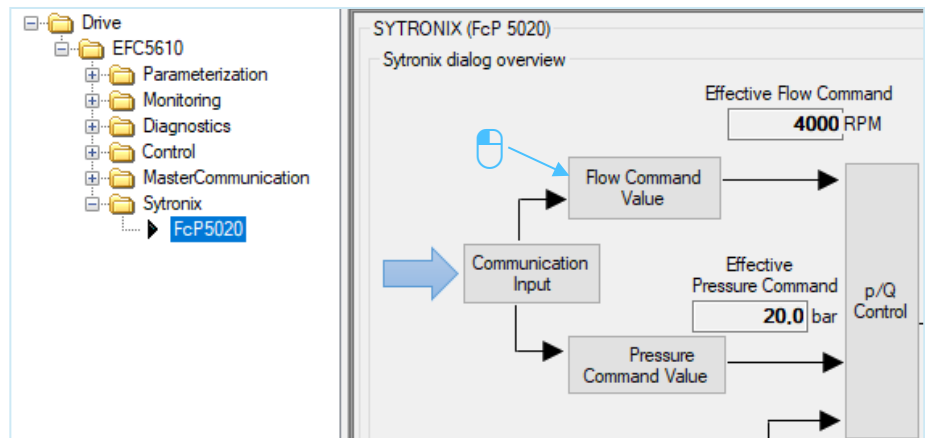

Abb. 26: Volumenstromsollwert fest eingestellt 1/2
1. Drücken Sie auf „Flow Command Value“ (siehe Abb. 26: Volumenstromsollwert fest eingestellt 1/2).